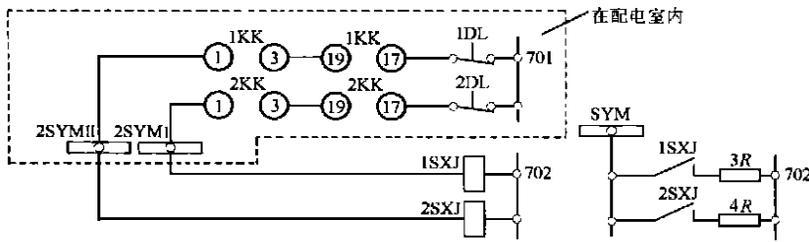

图2 配电装置事故信号回路
2.4 室内配电装置事故信号回路(见图2)
与2.4节室内配电装置事故回路图2类同,详情不再赘述。